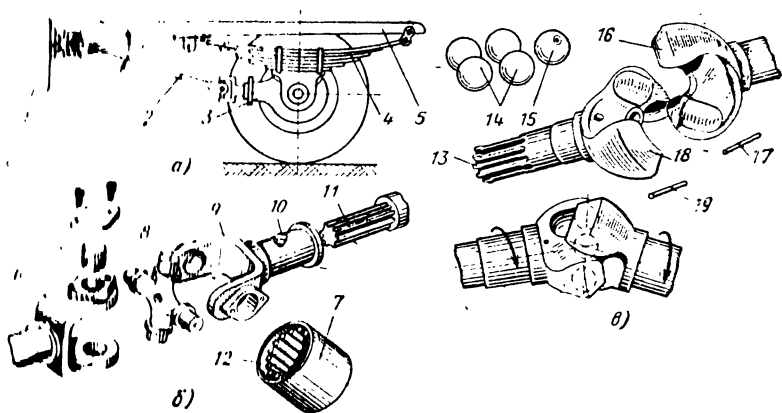

Рис. 34
Задание 81. I. Задний ведущий мост 3 (рис. 34а) подвешен к раме 5 на упругих рессорах 4 и во время движения меняет свое положение относительно рамы. Коробка передач 1 закреплена на раме неподвижно. Крутящий момент от вторичного вала коробки передач на ведущий вал передается под изменяющимся углом. Какой механизм обеспечивает такую передачу?
V. При прогибе рессоры 4 (рис. 34а) изменяется положение моста относительно рамы 5. Меняется ли при этом угол наклона карданного вала?
VII. Какими цифрами на рис. 34б обозначены вилки, крестовина и стакан с игольчатыми подшипниками?
VIII. Что достигается поворотом крестовины 8 (рис. 34б) и вилки 9 на крестовине?
VI. Какой карданный шарнир (синхронный или асинхронный) представлен на рис. 34в?
VII. Какими цифрами обозначены на рис. 34в вилки карданного шарнира?
VIII. Какой из обозначенных на рис. 34в шариков является центральным и какие ведущими?
IX. Для чего служат детали 17—19 на рис. 34в?